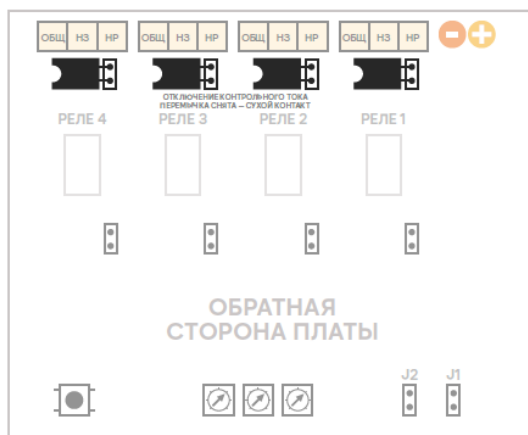

Рис.3. Расположение джамперов отключения контрольных цепей от клемм реле.
1.10. При необходимости использования реле в режиме сухого контакта существует возможность полного отключения схемы контроля от контактов реле. Для этого на обратной стороне платы существуют джамперы позволяющие полностью отключить контрольные цепи от клемм реле (см. рис.3). Такой режим может применяться для управления сторонними системами, например передача сигнала на контроллер управления лифтом. Для отключения схемы контроля от контактов реле джампер удалить. Извлечение платы из корпуса и удаление джамперов производить строго при отключенном питании нагрузки.
2.2.3. При необходимости отключения контроля цепей (режим «сухой контакт») следует удалить джамперы на обратной стороне платы, как показано на рис.3.